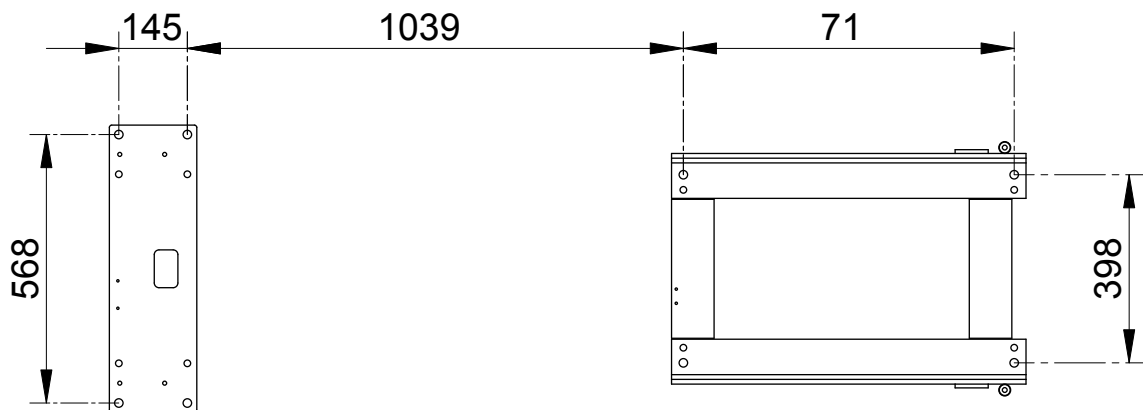

Fig. 21
- Utilizzando le basi come dime, forare con punta di diametro 12 a una profondità di 150 mm (vedi anche schema di foratura allegato Fig.21).
- Using the bases as a template, drill a hole with a diameter 12 bit, to a depth of 150 mm (also see the enclosed diagram Fig.21).
- Mithilfe der Untergestelle als Schablone mit einem 12er Bohrer 150 mm tiefe Löcher bohren (siehe auch beiliegendes Bohrschema in der Abb. 21).
- en utilisant les bases comme gabarits, percer avec un foret de diamètre 12 à une profondeur de 150 mm (voir aussi le schéma de perçage joint fig.21).
- Utilizando las bases como plantillas, haga los agujeros con una broca de diámetro 12 a una profundidad de 150 mm (véase también el patrón de perforación adjunto Fig.21).